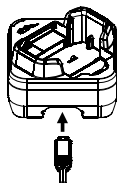

図 3：コネクターの先端形状を確認し差し込む
- ① AC アダプターのコネクターを充電器の側面にある電源ソケットに差し込みます（図 3）。
- ② AC アダプターを AC コンセントへ確実に差し込むと、充電器の LED インジケーターが約 1 秒間緑色に点灯します。